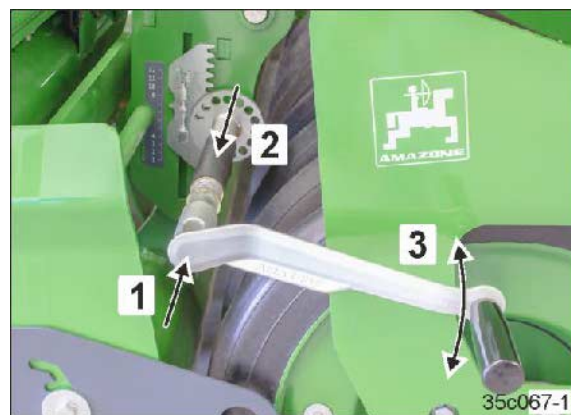

Fig. 126
1. Tag betjeningsværktøjet ud af parkeringspositionen (Fig. 60/1, se side 78), og sæt det på indstillingsanordningen (Fig. 126/1).
Hold betjeningsværktøjet (Fig. 126/3) fast i samme position med et fast greb, før låsemekanismen løsnes!
2. Aflast og oplås spærrefortandingen (Fig. 126/2) ved at dreje betjeningsværktøjet (Fig. 126/3).